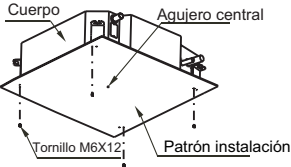

Fig.5-8
- 2 Después de instalar el cuerpo de la unidad, coloque la plantilla de instalación de papel en el equipo con los tornillos (M6 x 12) para determinar con antelación los tamaños y posiciones del agujero abierto en el techo. (consulte la Fig. 5-8)